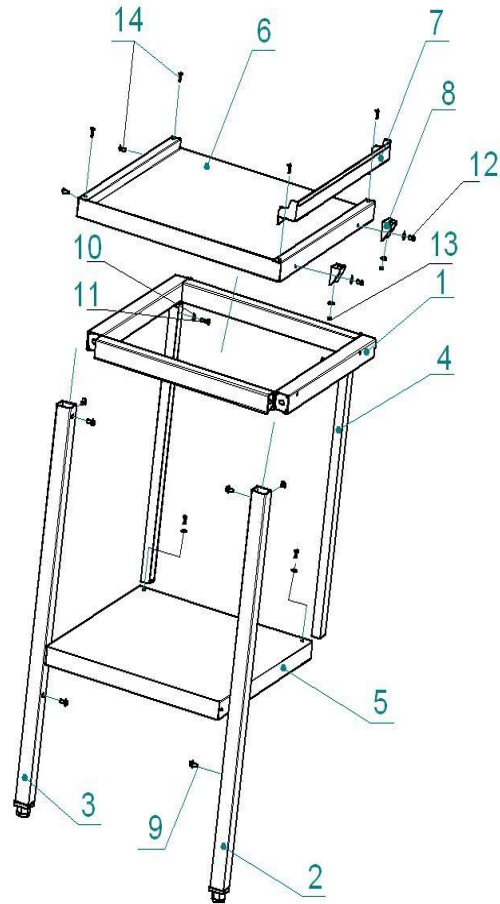

Рис.1
Столы поставляются в разобранном виде. Схема сборки столов показана на рис.1.
5. Проверить горизонтальное положение стола и при необходимости с помощью опор произвести регулировку его по высоте. Одновременно совместить пазы на нижней полке с резьбовыми отверстиями облицовки посудомоечной машины МПК и закрепить двумя болтами М5 (поз. 12) подложив шайбы 5 (поз. 10). См. Рис. 1.